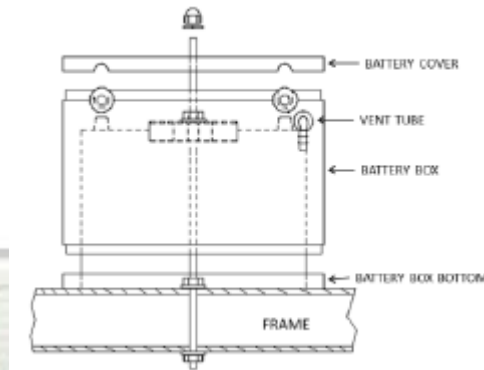

Fig. 12
- e) A caixa de bateria deve estar firmemente aparafusada ao chassis e devidamente ventilada e drenada a bateria deve estar localizada no interior da caixa (Fig. 12)